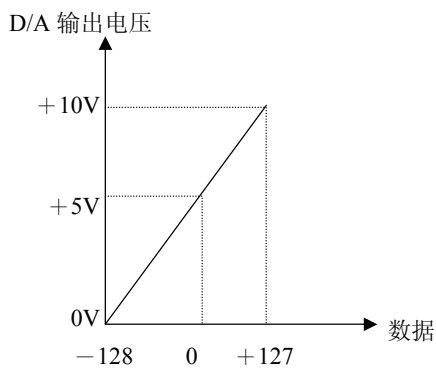

图 1
- ① 除速度和负载的输出以外的其它输出数据与 D/A 输出的关系如下面的图 1 所示。
如果参数 SP255 (SP256) 设定为 256 (倍率 1)，从图 1 所得到的 D/A 输出电压将如下式所示，超过 D/A 输出的最大电压值。
如果参数 SP255 (SP256) 设定为 256 (倍率 1), 从图 1 所得到的 D/A 输出电压将如下式所示, 超过 D/A 输出的最大电压值。